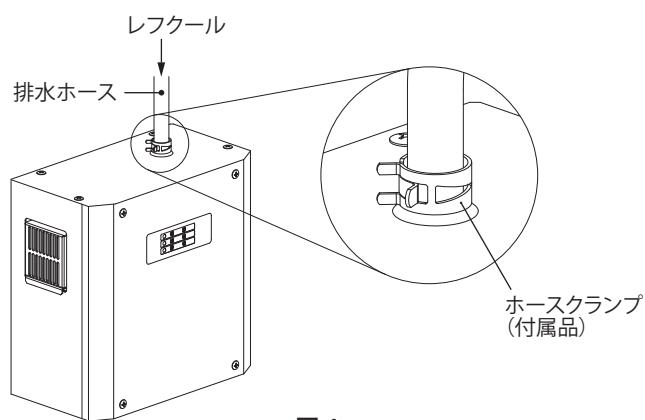

図4
1. レフクールに接続した排水ホース(内径φ12mm)をドレン入水口に接続し、付属のホースクランプにて確実に固定してください。(図4)